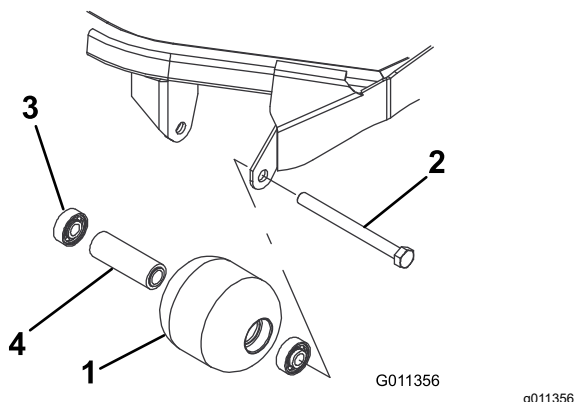

図 20
1. ローラ取り付けボルトを外す 図 20。
4. ローラハウジング、ベアリング、ベアリングスペーサに破損がないか点検する 図 20。破損している部品を交換し、組み立てを行う。
1. 第一のベアリングをローラハウジングに押し込む 図 20。アウターレースのみを押すか、インナーレースとアウターレースを均等に押すかする。
2. スペーサを入れる 図 20。
3. 第二のベアリングをローラハウジングに押し込む 図 20。インナーレースがスペーサに接触するまで、インナーレースとアウターレースを均等に押す。